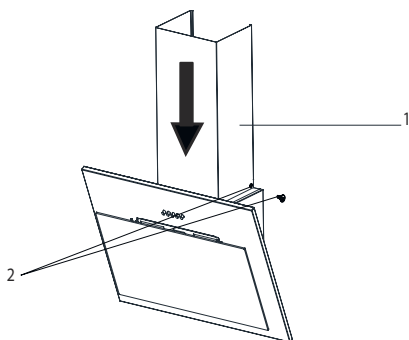

Fig. 9
1. ► Montera skorstenen på apparaten i pilens riktning (Fig. 9).
2. ► Fäst skorstenen på apparaten med 2 skruvar (Fig. 9).